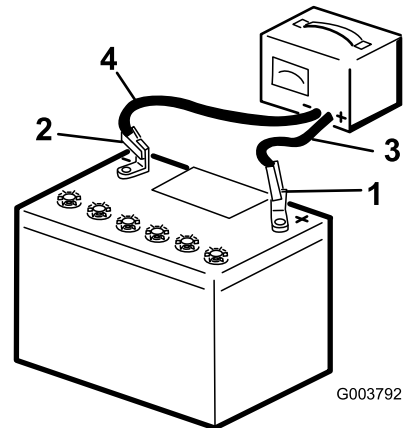

Figure 36
2. Chargez la batterie pendant 10 à 15 minutes entre 25 et 30 A, ou pendant 30 minutes à 6 A (Figure 36). Ne chargez pas la batterie excessivement.
3. Quand la batterie est chargée au maximum, débranchez le chargeur de la prise, puis débranchez les fils du chargeur des bornes de la batterie (Figure 36).